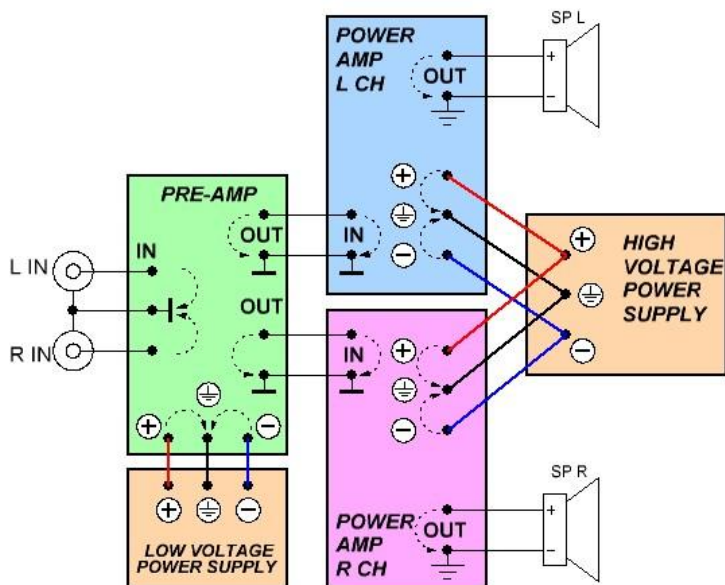
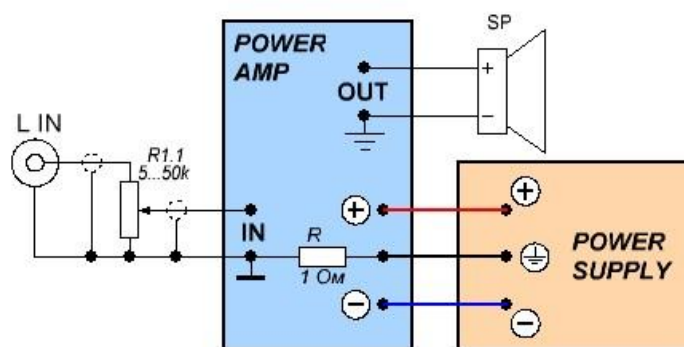

Рис. 54. Схема протекания токов в усилителе
Рис. 56. Разделение земель резистором
На рис. 54 показано, как при правильном подключении блоков замыкаются все токи системы, «не перепутываясь» между собой (направления токов – условные, а не электро-технические). А раз «не перепутываются» - значит и не влияют друг на друга.
На самом деле все не так плохо. В правильно собранном усилителе по земляным петлям «ненужные» токи не текут. Взглянем на рис. 54: в каждом отдельном блоке токи замыкаются и «не попадают наружу». В результате большого тока, «гуляющего» по цепи не возникает. Конечно, он может быть наведен извне – наводками от трансформатора, выпрямителя (от трансформатора к выпрямителю и от выпрямителя к конденсаторам фильтра ток течет короткими мощными импульсами, которые имеют широкий спектр и загрязняют помехами все на свете), или, например, от проводов, идущих к колонкам по отдельности – прямой провод с одного бока усилителя, а обратный – с другого бока. Поскольку петля – это антенна, то она и излучает помехи, и ловит их. Хуже всего, что эти два действия она делает одновременно: ловит помеху в одном месте и переизлучает ее в другое место.
2. В некоторых усилителях мощности в схеме предусмотрен резистор небольшого номинала (порядка 1 Ом), отделяющий сигнальную землю от силовой. Такой резистор эффективно разрывает земляную петлю (см. рис. 56). И, так как его сопротивление намного выше сопротивления проводов, он эффективно ослабляет токи помех, циркулирующие в петле (на «нужные» токи он не влияет – на рис. 54 ни один ток не пытается протекать с левой стороны усилителя на правую, которые этот земляной резистор разделяет между собой).